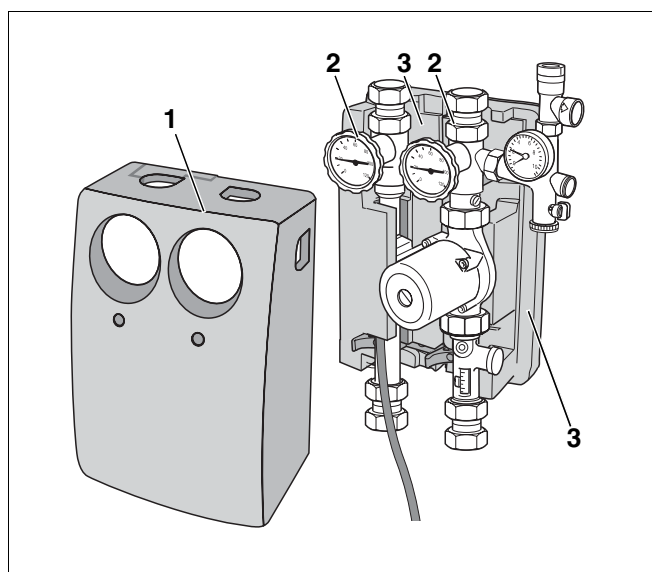

Fig. 19 Montaje del aislamiento térmico delantero
- ▶ Coloque el aislamiento térmico delantero (fig. 19, **pos. 1**) en las tuberías de la bomba (fig. 19, **pos. 2**).
- ▶ Presione el aislamiento térmico delantero (fig. 19, **pos. 1**) contra las carcasas de aislamiento térmico (fig. 19, **pos. 3**).